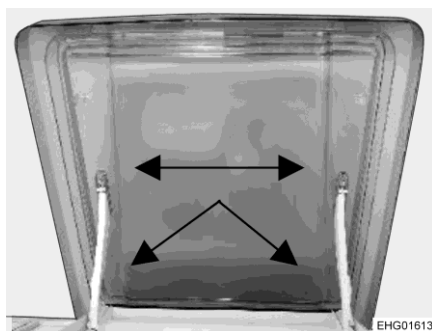

Fig. 175 Oblò VisionStar
- È possibile rimuovere l'oblò per pulirlo. A tale scopo, rimuovere con attenzione le copiglie di plastica (Fig. 175, frecce).